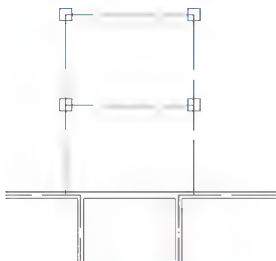

图 2.55 复制柱子
③ 在指定第二个点或 使用第一个点作为位移: 提示下, 分别捕捉①轴线和⑥轴线的交点、①轴线和⑥轴线的交点、①轴线和⑥轴线的交点, 这样便复制出另外 3 个柱子, 如图 2.55 所示。
(2) 学习【复制】命令一定要理解基点的作用, 基点的作用是使被复制出的对象能够准确定位, 所以基点 A (①轴线和⑥轴线的交点) 必须准确地捕捉到 (注意一定打开【对象捕捉】功能)。